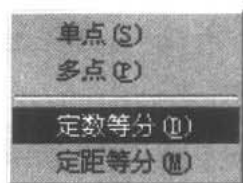

图 1-5 选择画点的方式
(2) 绘制均布点 选择【绘图】—“点”—“定数等分”。如图 1-5 所示。按提示选择实体, 即以上所画的直线。在提示“输入线段数目或[块(B)]”下输入 5, 即可。